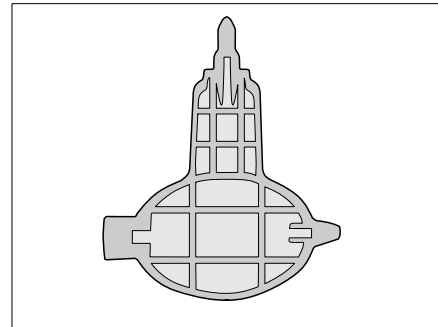

Fig. 355 Chiave per il sifone (solo modello Alpa)
- ▷ Per il modello Alpa è disponibile una chiave (Fig. 355) per sbloccare il sifone.